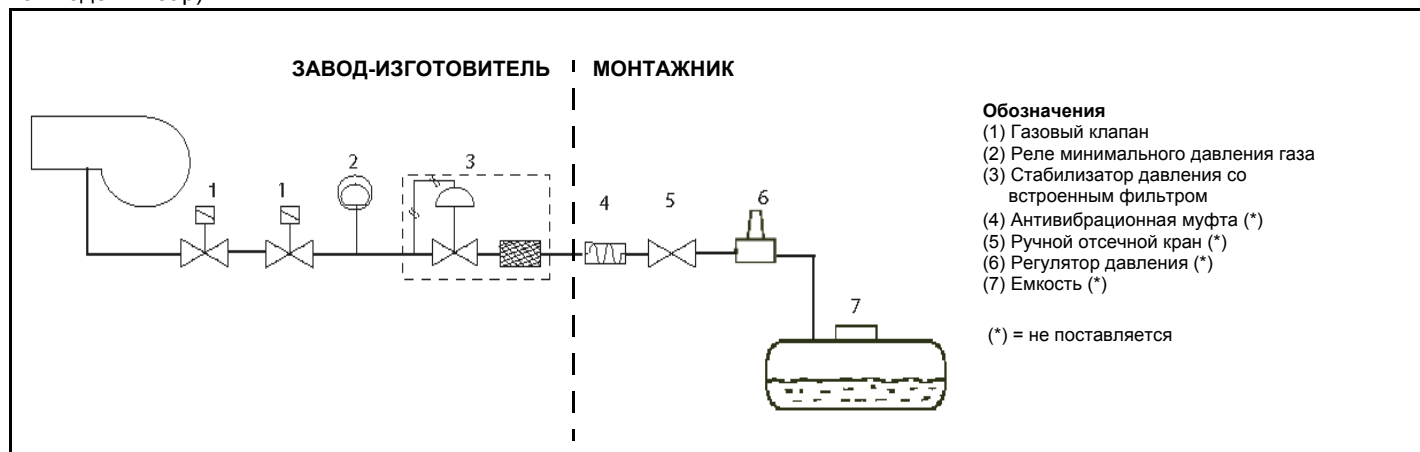

Рис. 7
**ВНИМАНИЕ:** после монтажа газовой рампы согласно схеме на Рис. 7, необходимо провести тестирование на герметичность газового контура, согласно требований действующих нормативов.